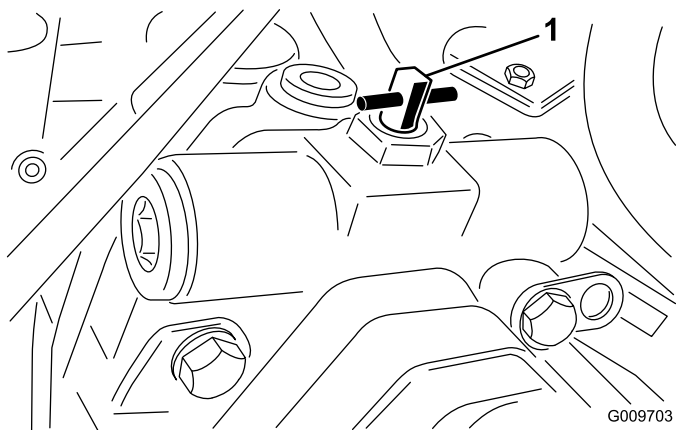

Figura 14
2. Gire la válvula auxiliar 90° (1/4 de vuelta) en cualquier sentido para abrirla y dejar pasar el aceite internamente (Figura 14). Puesto que el aceite se desvía, la máquina puede ser movida lentamente sin dañar la transmisión. Observe la posición de la válvula al abrirla o cerrarla.